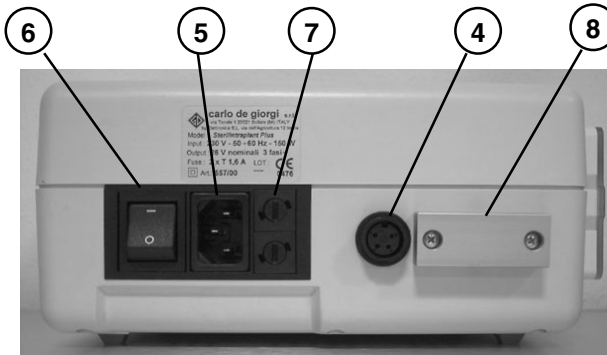

Abb. 2
Gemäß Abbildung 2 den Fußtret-Schalter an den Verbinder (4) anschließen, hierzu sinngemäß die Buchse einstecken und die Nutmutter festdrehen.
Daraufhin den Gerätestecker an die Steckdose anschließen, u.z. (s. Abb. 2) die Geräteseite an die hintere Buchse (5); die Abbildung zeigt ebenso den Hauptschalter (6) und die doppelte Schmelzsicherung (7). An dieser Stelle nun den Mikromotor mit dem gewünschten Implantologie-Handstück ausrüsten (nicht im Lieferumfang).